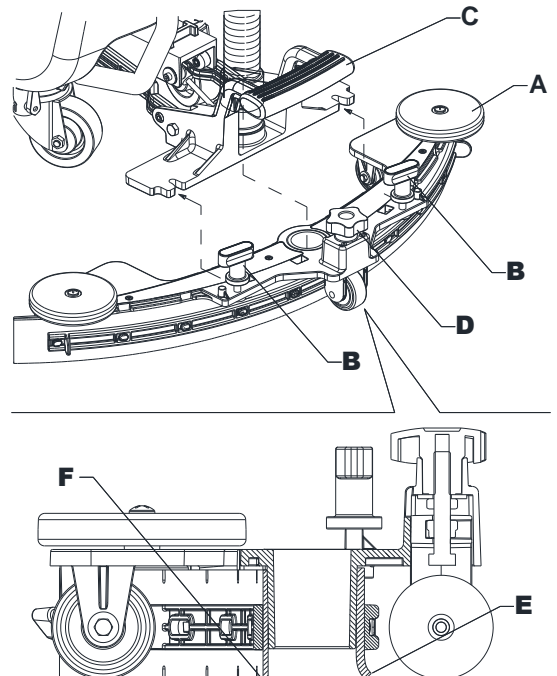

Abb. 7
1. Die Sauglippe (A, Abb. 7) einbauen und mit den Sterngriffen (B) am Bügel (C) befestigen.
2. Wenn erforderlich, die Sauglippe mit dem Knopf (D) so einstellen, dass der hintere Gummi (E) und der vordere Gummi (F) den Boden berühren, wie in der Abbildung gezeigt.